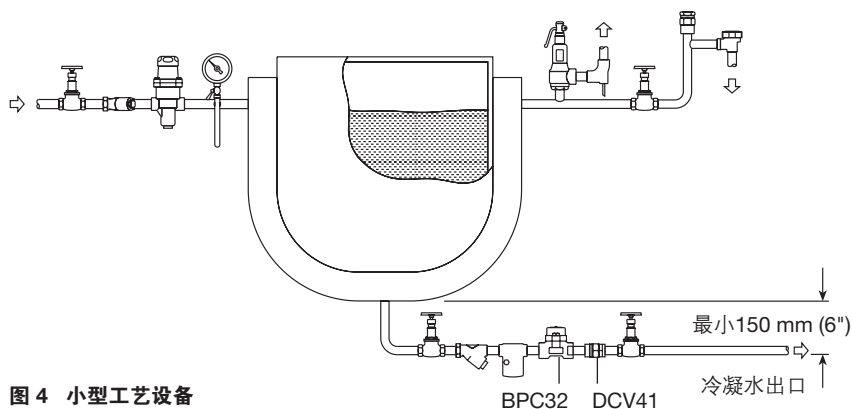

图 4 小型工艺设备
3.4 该疏水阀可以安装在任何位置,水平或者垂直均可,但最好在少疏水前布置一个下降管—一般150mm,见图4。
3.5 当冷凝水需要排放到有压力的冷凝水回收系统中的时候。切记要在疏水阀出口加装止回阀。这种情况常见于上升的冷凝水管。止回阀可以防止当蒸汽压力下降或者关闭时冷凝水倒流。如图4所示选用斯派莎克的DCV41 止回阀。